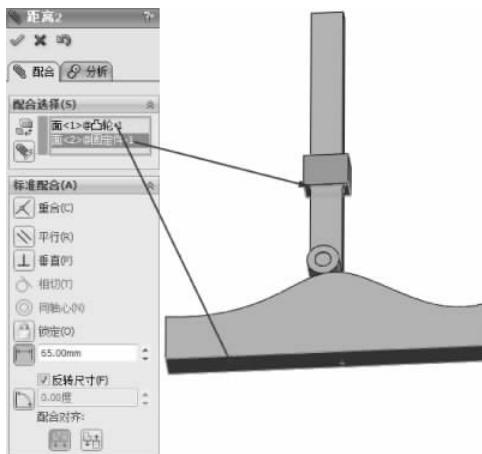

图 3-43 距离配合
(13) 选择【标准配合】选项组下的【距离】配合类型  ,在【要配合的实体】选择框  中选择如图 3-43 所示的面,在【距离】数值框中输入 65.00mm,其他保持默认,单击【确定】按钮  ,完成距离配合。